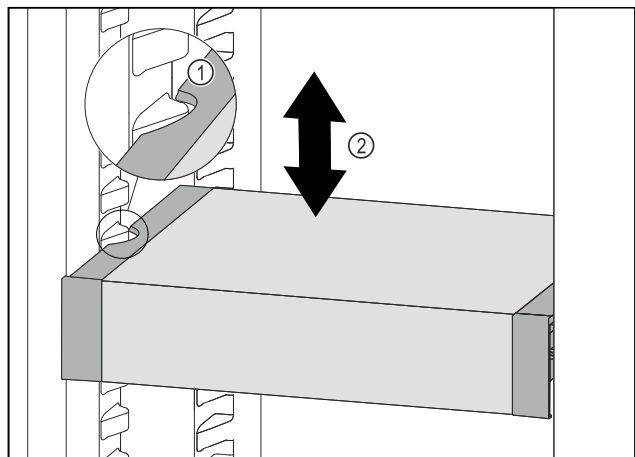

Fig. 60
- ▶ VarioSafe nach vorne ziehen, bis sich die seitlichen Aussparungen des VarioSafes auf Höhe der Behälterrippe im Kühlteil befinden. Fig. 60 (1)
- ▶ VarioSafe im Kühlteil nach oben oder unten bewegen, bis gewünschte Höhe erreicht ist. Fig. 60 (2)